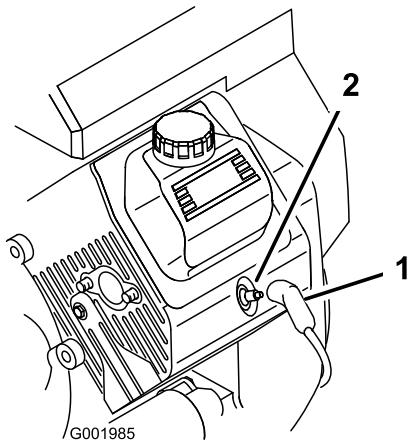

Figura 44
- Puxe os cabos das velas (Figura 44).
3. Coloque os cabos nas velas de ignição (Figura 44).